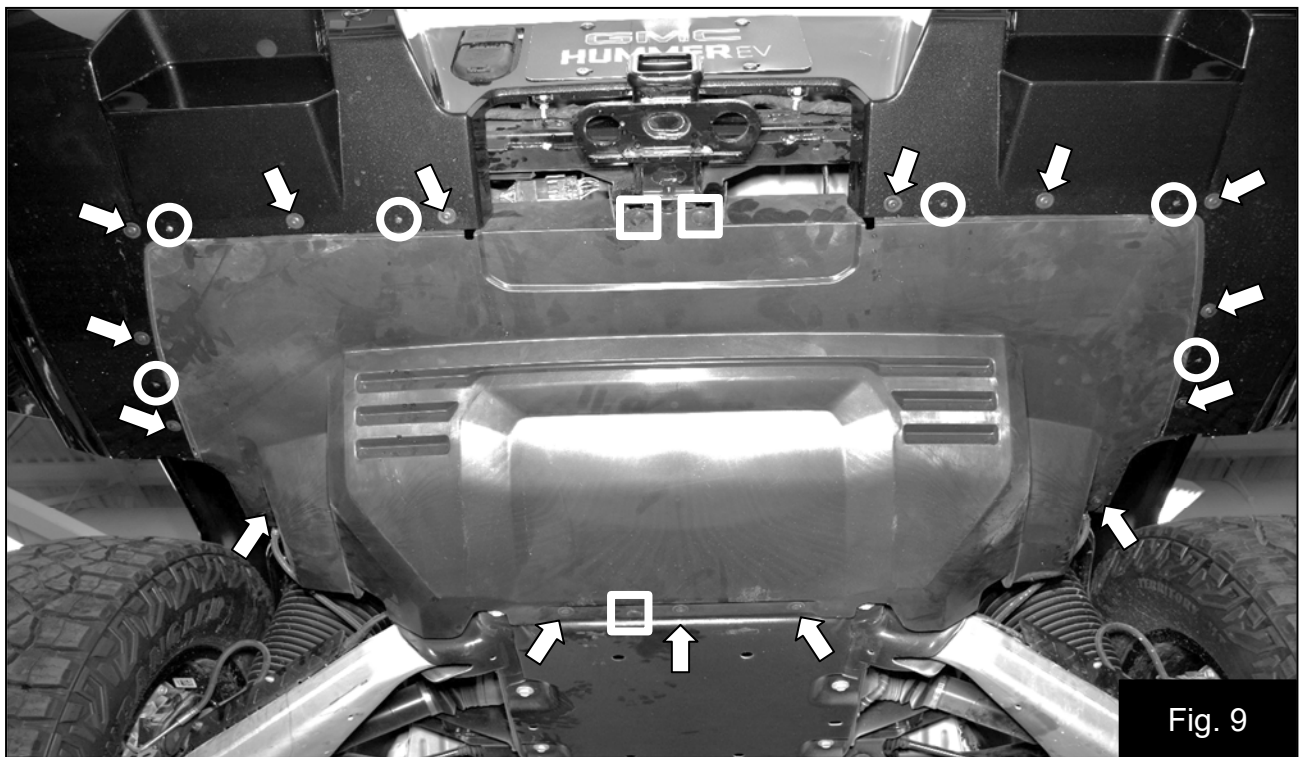

Fig. 9
11. Retirez le couvercle du sous-châssis en plastique arrière en commençant par enlever les 21 fixations indiquées par les flèches. Retirez ensuite les 6 fixations cachées indiquées par les cercles. On accède à celles-ci via des trous dans le panneau d'encadrement. Retirez enfin les trois retenues en plastique puis le couvercle du sous-châssis. Fig. 9